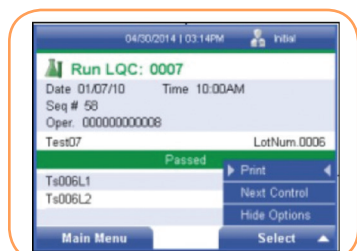

FIGURA 105
1. Si desea imprimir los resultados del control, pulse la tecla programable derecha para seleccionar Opciones. Se mostrará el menú de *Opciones* (Figura 105).